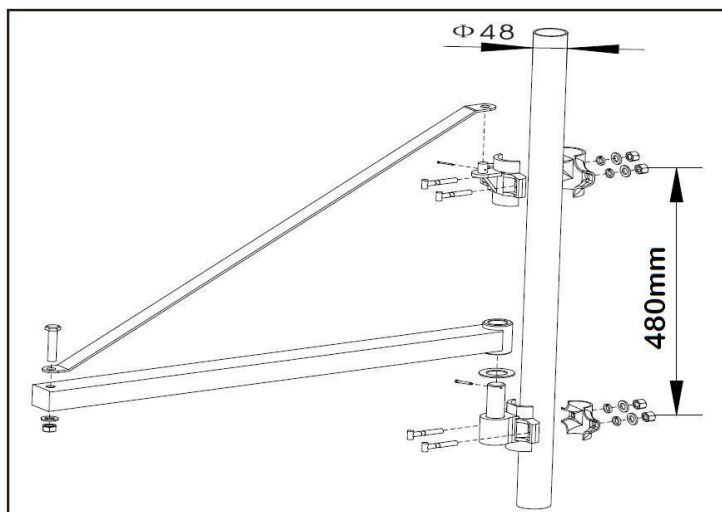

Fig.2
3) Für die Installation auf dem Mast, folgen Sie den Anweisungen wie in Abb. 2 dargestellt.